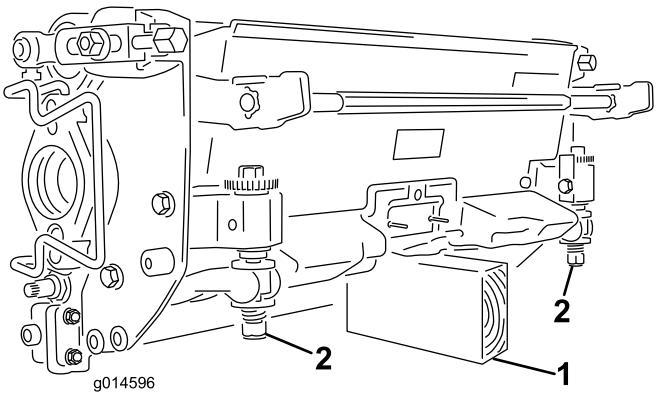

Figura 68
**Importante:** Cuando sea necesario inclinar la unidad de corte, apoye la parte trasera de la unidad de corte para asegurarse de que las tuercas de los tornillos de ajuste de la barra de asiento no estén apoyadas en la superficie de trabajo (Figura 68).